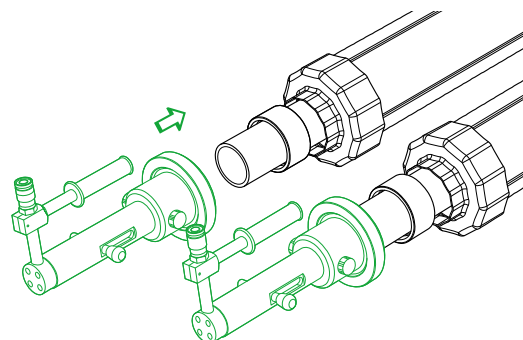

Рис. 4.5.5
6. Вставить расширительную насадку в напорную трубу до упора (рис. 4.5.5).